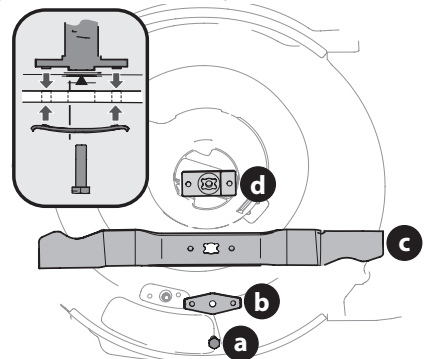

Figura 16
7. Lubrique el cigüeñal del motor y la superficie interna del adaptador de la cuchilla con aceite ligero. (recuadro de la (Figura 16 inset).